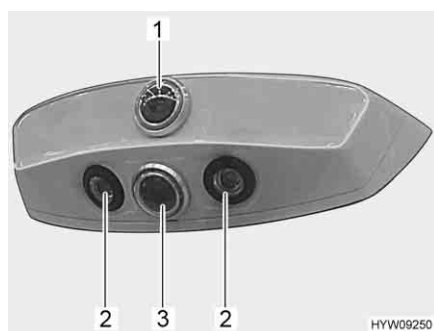

Fig. 36 Modulo telecamere
- Modalità di retromarcia/sorveglianza: la telecamera retromarcia (Fig. 36,3) riprende la zona immediatamente vicina alla parte posteriore del veicolo, che viene visualizzata sul display. In caso di marcia avanti non viene visualizzata alcuna immagine.
- Modalità di marcia: la telecamera specchietto retrovisore (Fig. 36,1) riprende la zona lontana dalla parte posteriore del veicolo, che viene visualizzata sul display ("3° specchietto retrovisore").
Nel modulo telecamere sono integrati dei LED (Fig. 36,2). Con questi LED è possibile illuminare la zona dietro il veicolo quando è buio (quando si utilizza la telecamera, ma anche indipendentemente dalla telecamera).